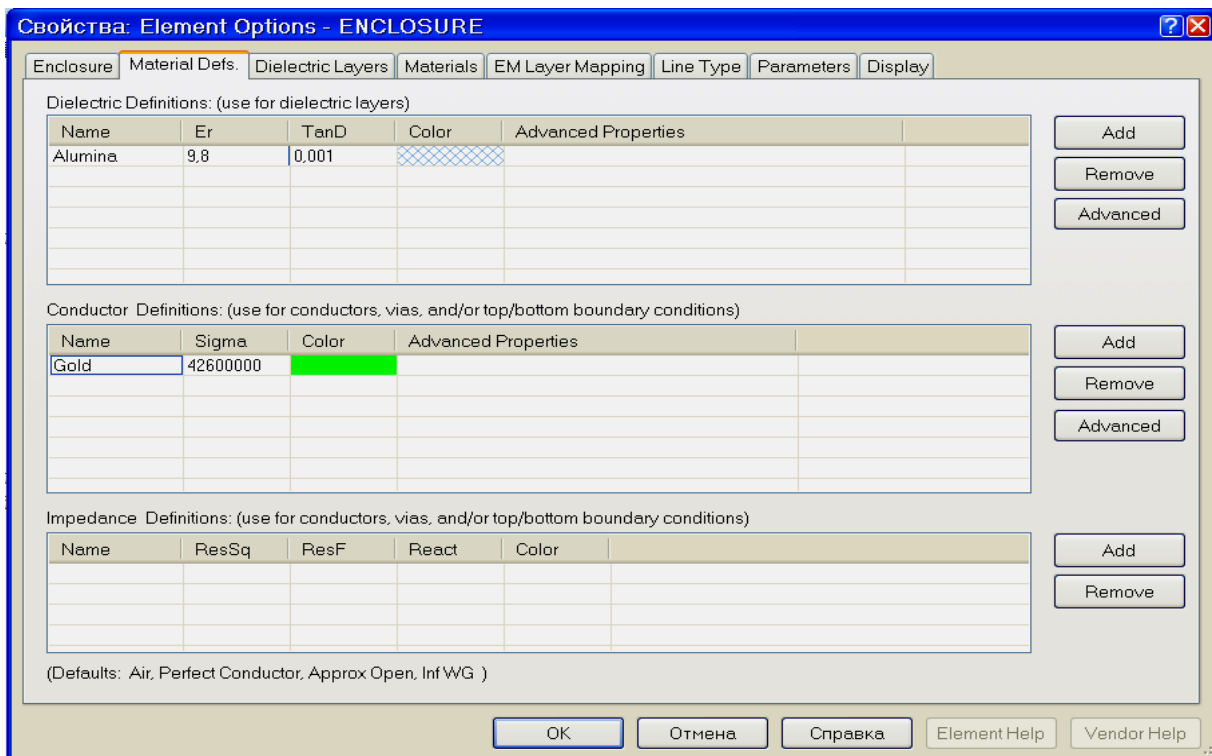

Рис. 6.13
8. Дважды щёлкнув мышкой в соответствующих столбцах **Color**, можно изменить цвет, которым будут окрашиваться (заполняться) начерченные на этих слоях элементы топологии. Снова щёлкнув мышкой в столбцах **Color**, можно выбрать цвет заполнения. Вкладка **Material** окна свойств электромагнитной структуры должна выглядеть, как показано на рис. 6.13.